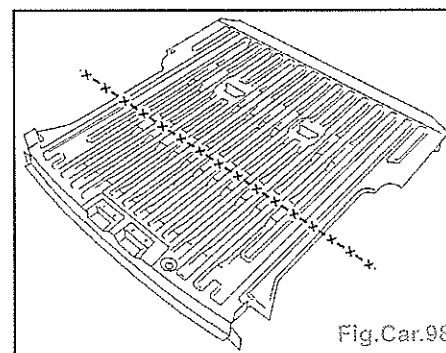

Fig.Car.98
- Tracer puis découper à l'aide d'une scie (Fig.Car.98).